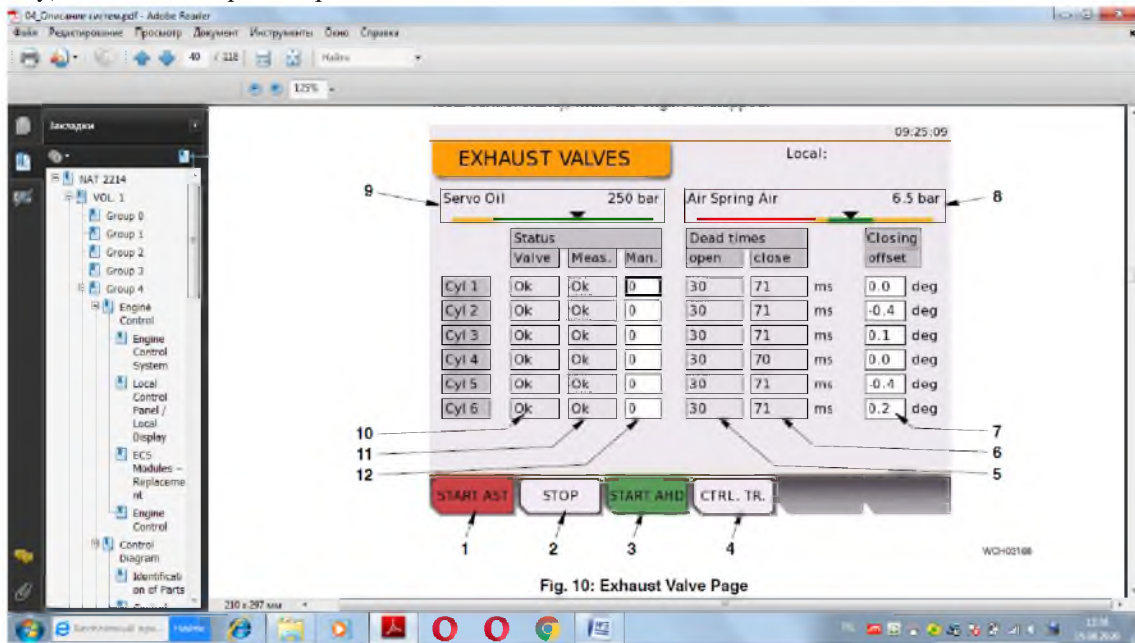

Рисунок 9 – Страница выпускного клапана
1) Переместите курсор в соответствующее текстовое поле (рисунок 9), затем нажмите поворотную кнопку, чтобы войдите в режим редактирования.